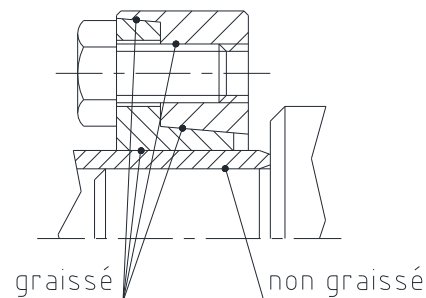

Fig. 4 : Nettoyage/Graissage des surfaces
Les bagues de serrage salies ou déjà utilisées doivent être démontées et nettoyées. Lubrifier ensuite les surfaces coniques et les filets avec Molykote MoS2 (voir Figure 4). Pour un entretien plus général, utiliser le Molykote G Rapid.
**Les contacts entre arbre et alésage du moyeu (ou arbre creux) ne doivent être ni graissés ni huilés (Fig. 4).**